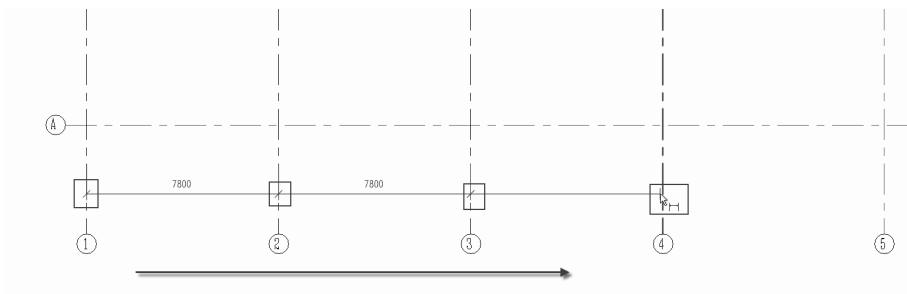
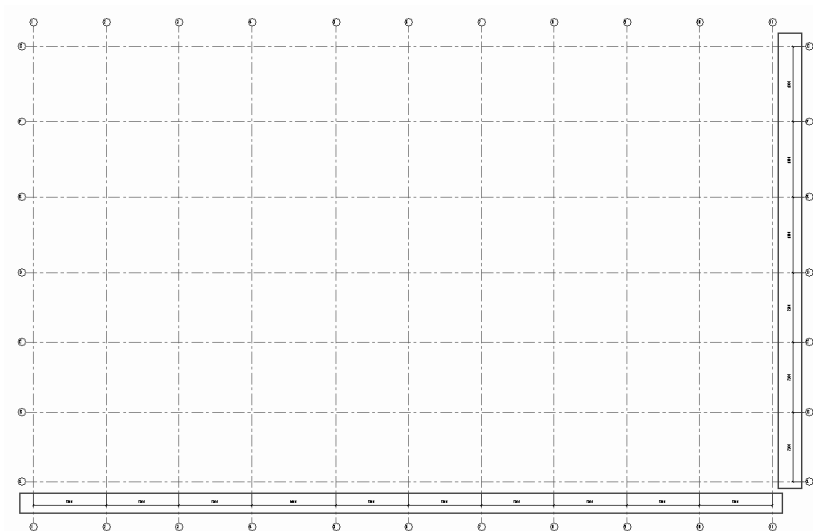

图 1.3.27 水平轴网标注
图 1.3.28 完成轴网标注
(4) 轴网标注。按快捷键 D+I, 向右依次选择 1、2、3、4……11 轴线, 如图 1.3.27 所示。使用同样的命令与方法, 从下向上完成对 A 至 G 轴的轴线标注, 如图 1.3.28 所示。